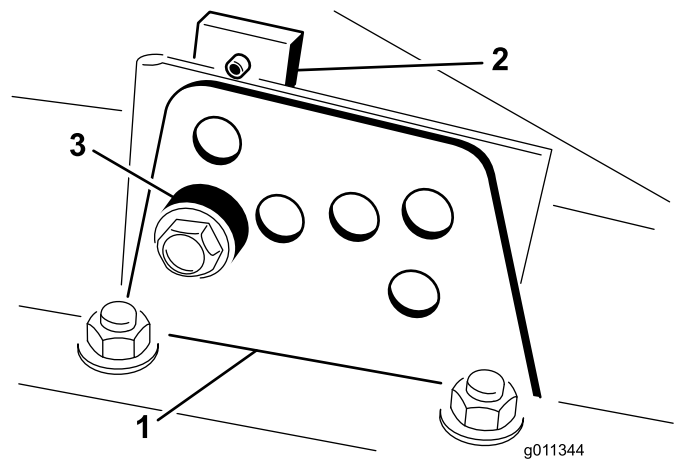

Figura 20
2. Afloje el perno que sujeta cada soporte de altura de corte a la pletina de altura de corte (delante y en cada lado), tal y como se muestra en la Figura 20.
4. Sujetando la cámara, retire el espaciador (Figura 20)